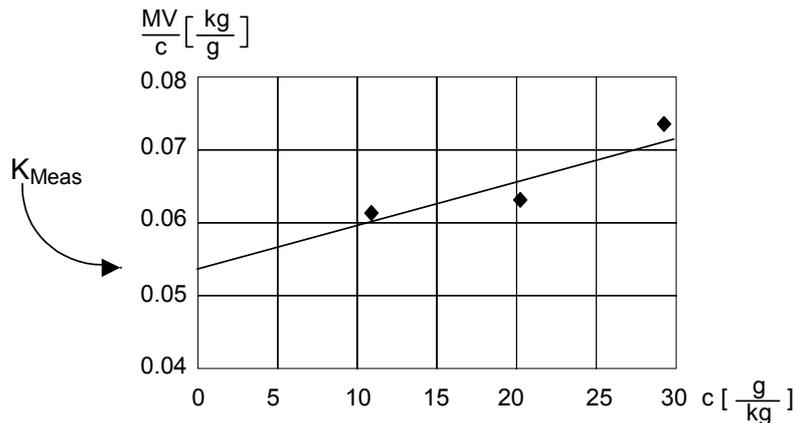

Abb. 18 Messwertkurve für $M > 500 \text{ g/mol}$; Beispieldaten
4. Bestimmen Sie die Regressionskurve durch diese Werte und extrapolieren Sie auf $c = 0$ um K_{mess} zu erhalten, siehe Abb. 18.